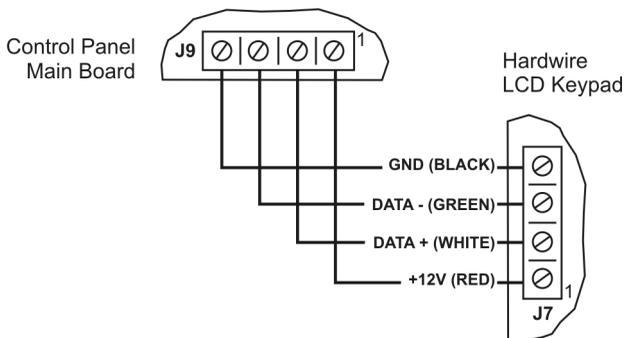

Figura 2.7: Connessioni per tastiera LCD
6. Collegare i conduttori nella morsettiera della tastiera ed in centrale, come indicato in Figura 2.7.